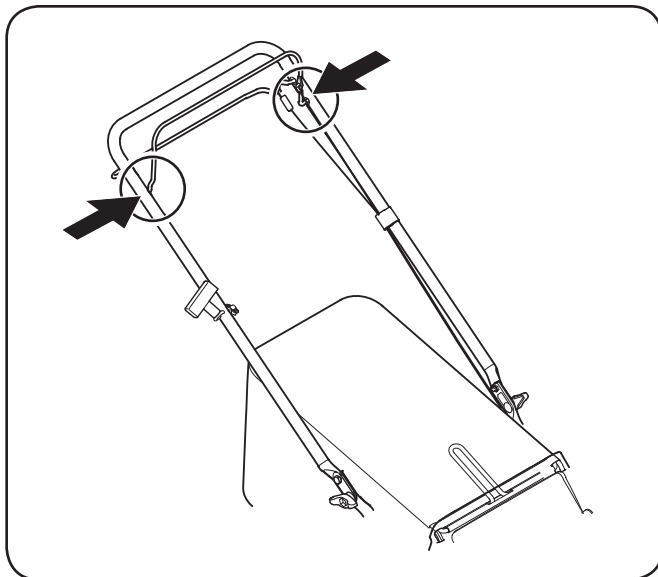

Figure 6-1
1. Lubrifiez les points de pivot de la poignée de commande de la lame au moins une fois par saison avec une huile légère. La commande de la lame doit fonctionner facilement dans les deux sens. Voir la Figure 6-1.